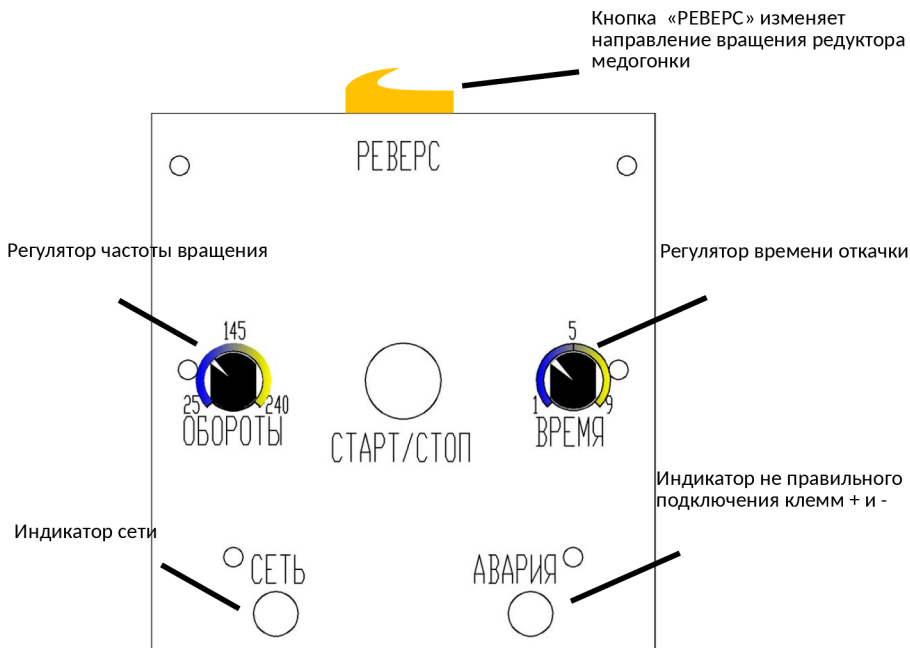

Рисунок 4. Внешний вид панели контроллера КЭК.
1. С помощью рукояток (см. рисунок 4) «ОБОРОТЫ» и «ВРЕМЯ» установить необходимые параметры. Первую фазу вращения необходимо проводить медленно, чтобы исключить возможные разломы листов вошины. Далее скорость можно увеличить в процессе работы с помощью рукоятки «ОБОРОТЫ», а так же можно изменять время откачки меда.
Конструкция медогонки позволяет изменять направление вращения редуктора. Для этого нужно при полной остановке медогонки, однократно нажать кнопку «РЕВЕРС», которая находится сверху контроллера (см. рисунок 4). После нажатия кнопки «СТАРТ/СТОП» вращение корзины медогонки изменится на противоположное.